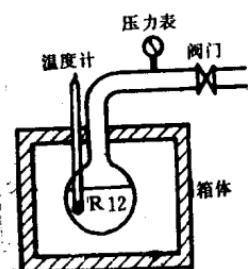

图 4 制冷原理实验
- 附图 4 三洋 SR-517DC 电冰箱结构图——附件部分**
为了更好地说明制冷原理，现在我们做个小实验。如图 4 所示，将氟里昂12通过控制阀门密封在容器中，在30℃的环境温度下，瓶内的氟里昂12蒸发压力可达到6.5 公斤/厘米2。打开控制阀门，使瓶内氟里昂12的压力降低，氟里昂 12 就会急剧蒸发，蒸发过程中大量吸热，瓶内温度就会急剧降低，从而起到制冷的作用。